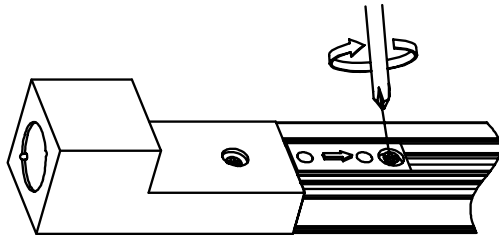

Fig. 8
4. Ensure polarity edges of tracks and connectors align. Insert the end feed connector into open end of track and tighten positioning screw. Do not force connector into track (Fig 8).
4. Assurez-vous que les bords polaires des rails et des connecteurs sont alignés. Insérez le connecteur d'alimentation d'extrémité dans l'extrémité ouverte du rail et serrez la vis de positionnement. Ne forcez pas le connecteur dans le rail (Fig. 8).